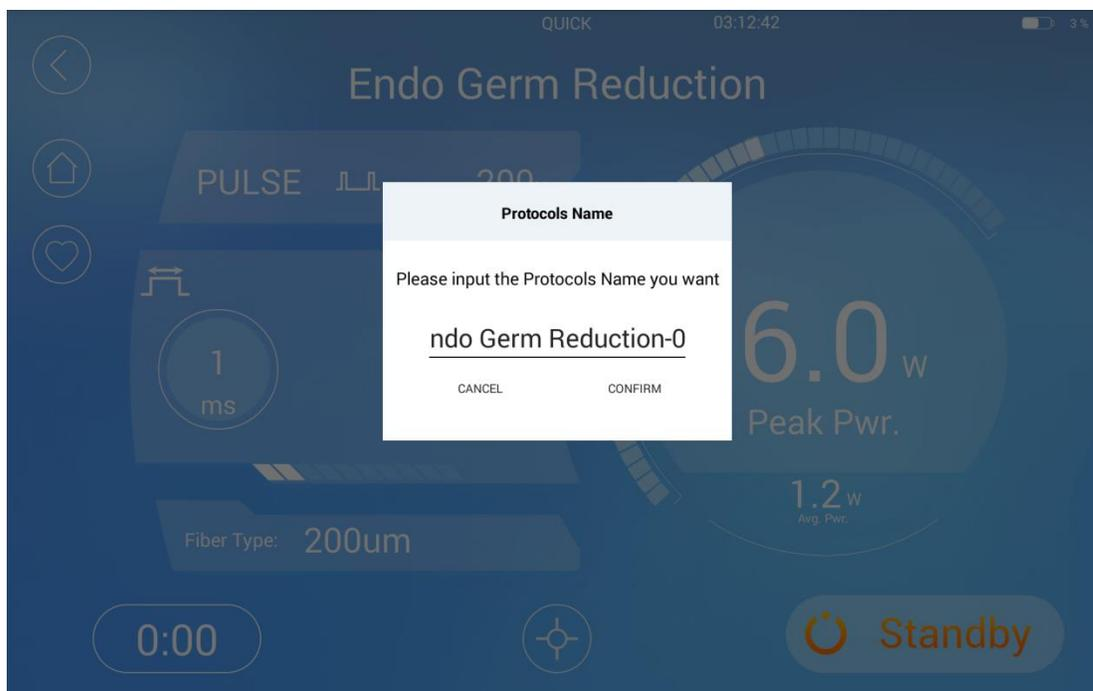

Figura 25 – Interfaz de nombrar el protocolo
45. En la interfaz de tratamiento (ejemplo: Figura 19), los usuarios pueden cambiar los parámetros según las necesidades reales, como el tiempo de tratamiento, la potencia del láser y el modo de emisión. Los usuarios pueden guardar el protocolo modificado haciendo clic en "♥", insertar el nombre y confirmar para guardarlo, para el uso rápido la próxima vez (Figura 25).